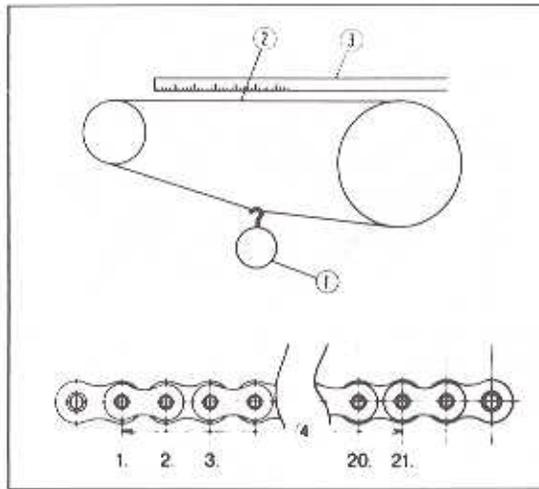

Bild 34
- Die Kette im Bereich der Glieder mit einem speziellen Kettenöl oder mit Getriebeöl SAE 90 bestreichen (Bild 34).